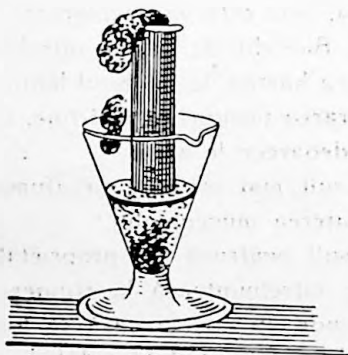

Fig. 53. — Carbonizarea zahărului cu acid sulfuric.
**Experiență.** Luăm o eprubetă în care punem aproape până sus zahăr pisat și peste acest zahăr turnăm foarte puțină apă caldă ca să se formeze un fel de sirop foarte legat. În această eprubetă turnăm puțin acid sulfuric. Zahărul se înegrește numai decît, producându-se și vapori de apă cari ies din eprubetă odată cu zahărul înegrit (carbonizat). (Fig. 53).